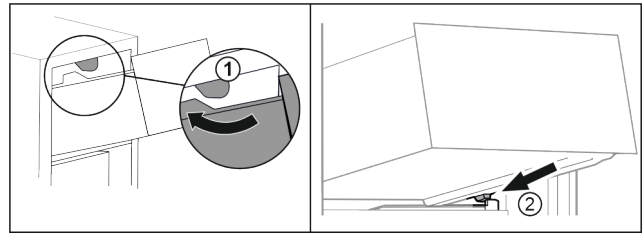

Fig. 83
- ▶ Обведите выдвижной ящик вокруг верхнего стопора. Fig. 83 (1)
- ▶ Наклоняя вниз, установите выдвижной ящик за нижние стопоры на контейнерное ребро. Fig. 83 (2)